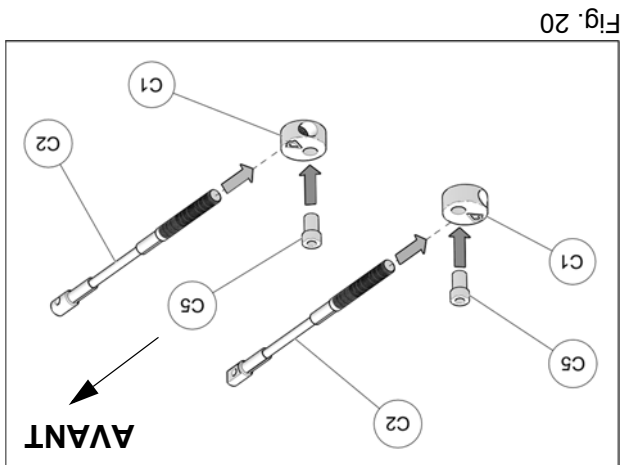

Fig. 20
10. Assembler les câbles des limiteurs de conduite (C2), les disques en aluminium (C1) et les bagues espacateurs (C5) tel que montré à la Fig. 20